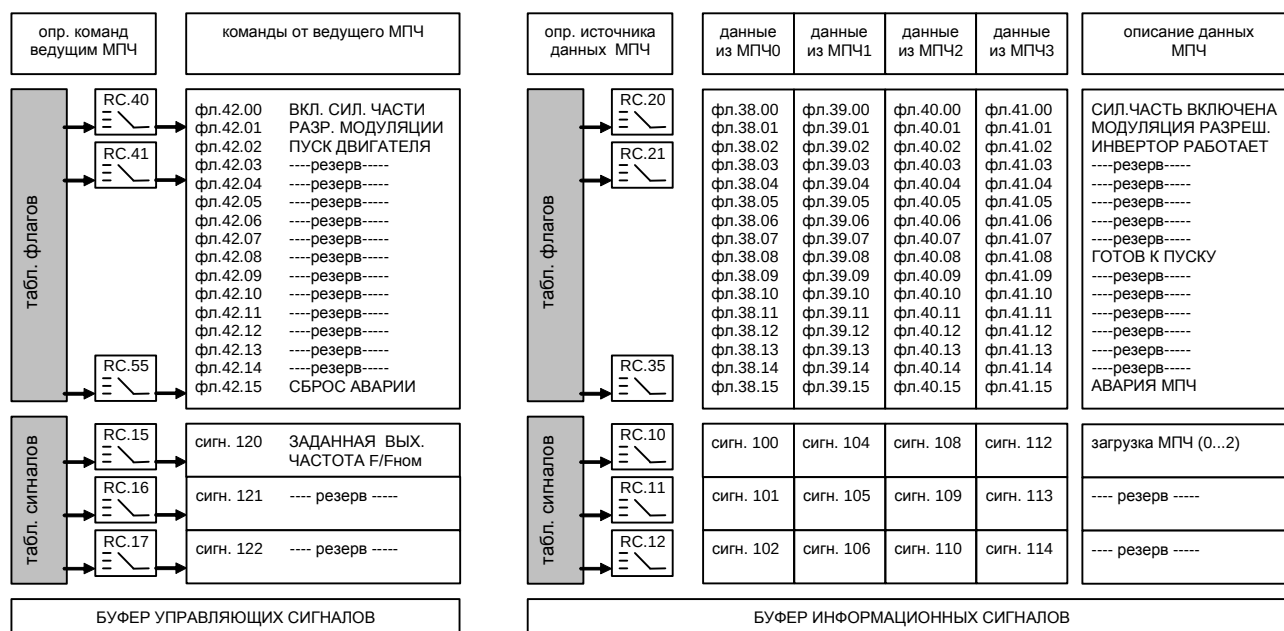

Рисунок 3-10. Информационный канал связи МПЧ.
**Все МПЧ, входящие в состав преобразователя,** формируют в последовательный канал связи информацию о своем состоянии в виде флагов и сигналов. Передаваемая информация доступна для всех участников связи (до 4-х МПЧ). В случае если в состав преобразователя входит менее 4-х МПЧ, соответствующая информация обнуляется (см. рисунок 3-10).